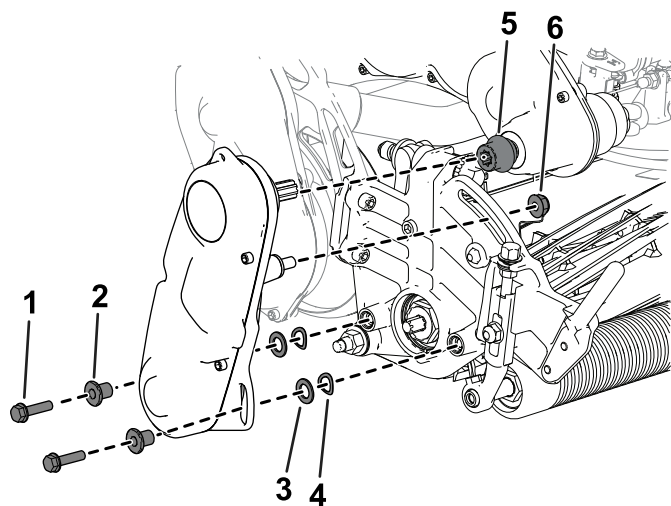

Figura 45
6. Utilizzate le viti a esagono incassato, le rondelle e i distanziali rimossi precedentemente per fissare il gruppo trasmissione del cilindro alla piastra laterale dell'apparato di taglio (Figura 45).
Accertatevi che l'albero di trasmissione del gruppo trasmissione del cilindro sia installato sul giunto tra albero di trasmissione e trasmissione (Figura 45).